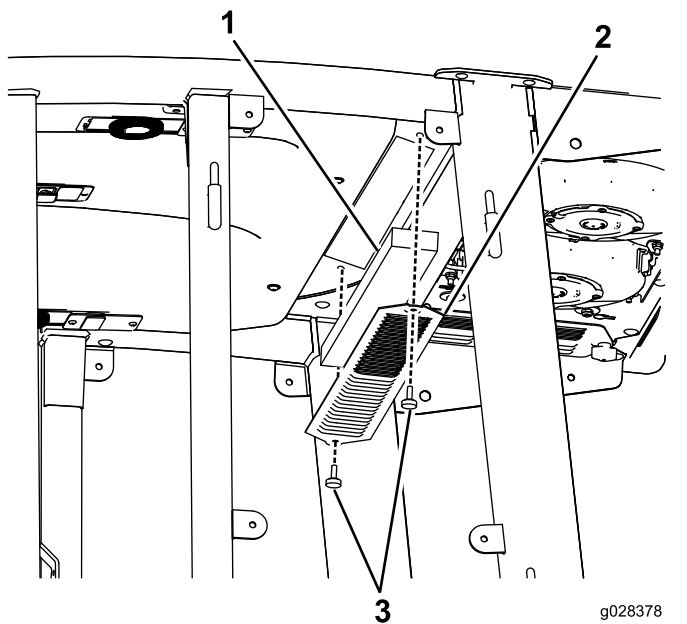

Рисунок 138
- Снимите крышу кабины, отвернув 22 болта крепления крыши (Рисунок 138).
4. Снимите воздушные фильтры (Рисунок 138).
5. Снимите и очистите змеевики кондиционера воздуха (Рисунок 138).